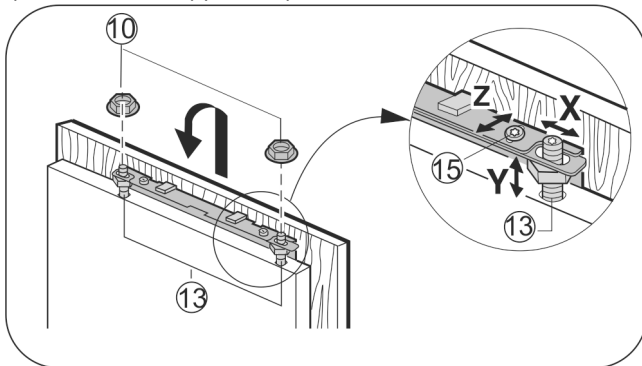

Fig. 19
- ▶ Прилаштуйте дверцята шафи на регулюючі гвинти Fig. 19 (13) та нещільно закрутіть на них контрґайки Fig. 19 (10).
- ▶ Вирівняйте висоту Y та боковий нахил дверцят шафи: Встановіть регулюючі гвинти Fig. 19 (13) за допомогою викрутки.
- ▶ Затягніть контрґайки Fig. 19 (10).